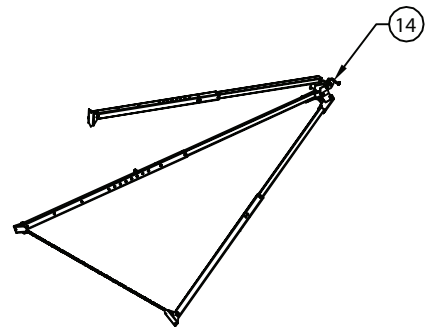

Fig. 4b
1. Placer le trépied sur le côté comme indiqué sur la Fig. 4b, avec le pied comprenant la poulie [14] orientée vers le haut.